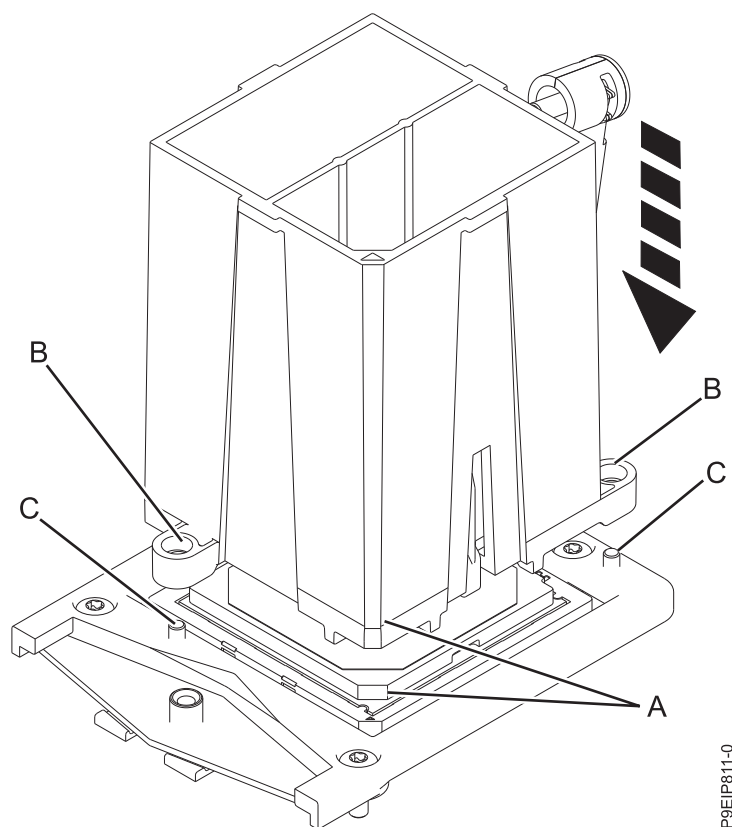

Figure 57. Abaissement de l'outil de retrait sur le module de processeur système
8. Alignez l'outil avec l'angle biseauté (**A**) du module de processeur système, comme illustré dans la figure 57. Abaissez l'outil sur le module de processeur système en vérifiant bien que les deux broches de guidage (**C**) s'insèrent dans les trous d'alignement (**B**) de chaque côté de l'outil.